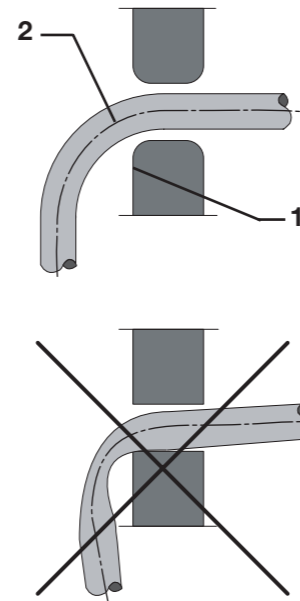

Abbildung 14: Montage Hydraulikschlauchleitungen
8.5 Hydraulikschlauchleitungen und Verschraubungen (Abb.14)